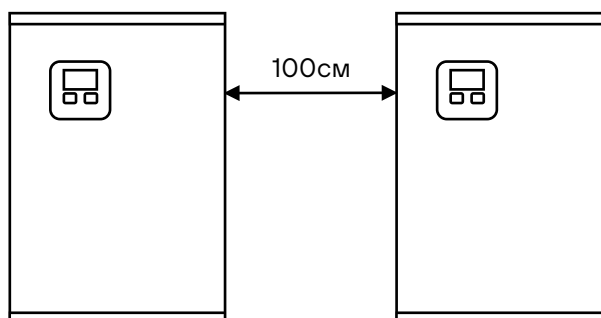

Рис. 1 Внешний вид ЗУ
- 3.8 При установке нескольких устройств рядом соблюдайте минимальные расстояния, указанные на Рис. 1